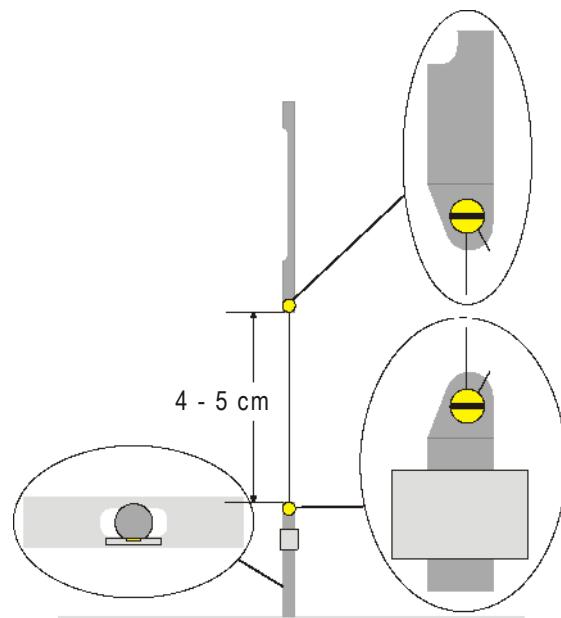

Fig. 3 Représentation schématique du pendule de torsion (coupe à gauche : renfort longitudinal avec suspension inférieure vue de dessus)
- Visser la suspension inférieure au centre sur le renfort longitudinal intérieur. Pour cela, veiller à ce que la surface du miroir soit parallèle au renfort longitudinal (cf. Fig. 3).
- Attacher l'extrémité du filament sur la suspension supérieure avec un morceau de bande adhésive. Faire ensuite passer le filament autour de la vis de fixation et serrer la vis. Pour ce faire, veiller à ce que le filament ne soit pas déformé. Le filament doit se dérouler le plus au centre possible entre les deux suspensions (cf. Fig. 3).